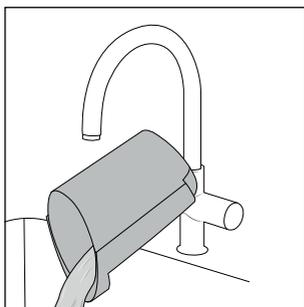

Fig. 22
- ◆ Videz l'eau sale et la saleté (voir fig. 22).